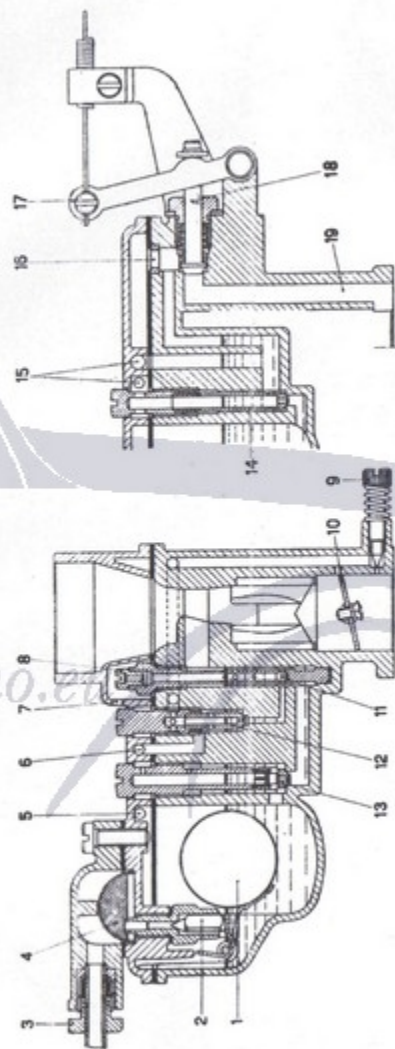

Fig. 167. - Carburatore invertito « Weber 22 DRS ».
**Ingolfamento del carburatore:** cattiva tenuta dello spillo (2, fig. 167) sulla sede. Togliere il coperchio del carburatore e verificare lo stato dello spillo, della sede, del fulcro del galleggiante e del galleggiante stesso. In caso di impurità ostacolanti il normale funzionamento del galleggiante e la ermetica chiusura dello spillo, togliere e rimontare il tutto; in caso esistessero organi avariati occorre sostituirli senz'altro.
**Il motore non si avvia a freddo:** il dispositivo di avviamento a freddo non funziona regolarmente. Verificare il getto, il tubetto emulsionatore e la valvola (14 e 18, fig. 167). In caso di impurità, toglierle; in caso di organi avariati, sostituirli.
**Il motore non si avvia a caldo:** cattivo funzionamento e cattiva regolazione del dispositivo del minimo. Verificarne il getto (12, fig. 167) e la regolazione. In caso esistessero impurità, toglierle; in caso di organi avariati, sostituirli.